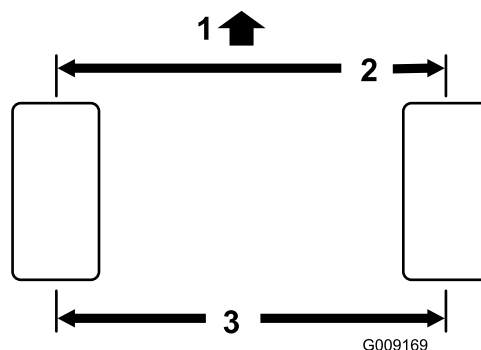

Figura 48
5. Măsurați distanța dintre anvelopele faă la înălțimea osiei, atât în partea din faă, cât i cea din spate a anvelopelor (Figura 48).